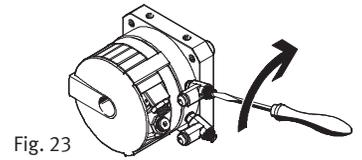

Fig. 23
- så att de stängs helt (Fig. 23),